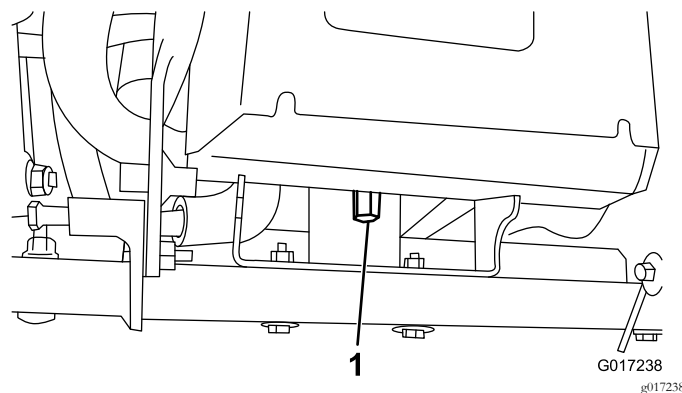

Figure 12
4. Retirez le grand écrou qui fixe l'arrière du socle de la batterie au cadre de la machine (Figure 12).